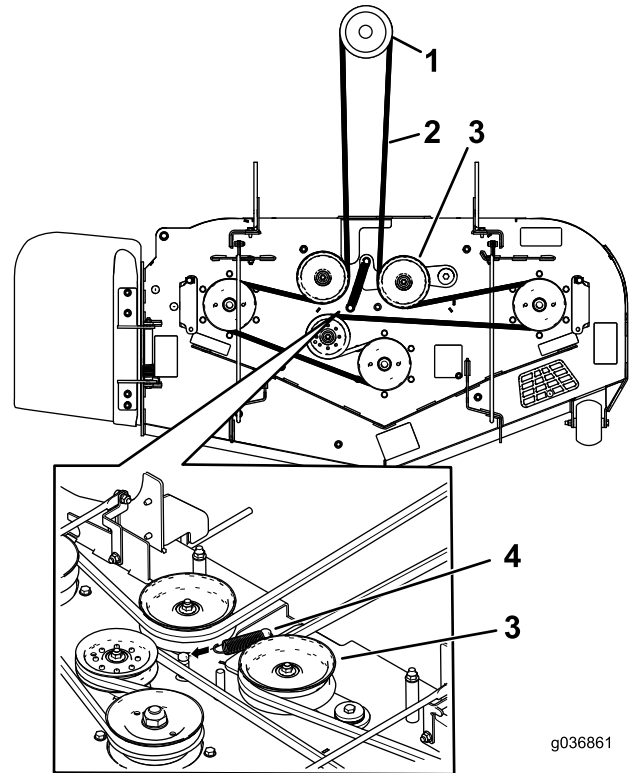

Bild 61
10. Verlegen Sie den neuen Riemen um die Mähwerk- und Bremsspannscheiben unter dem Motor (Bild 61).
11. Setzen Sie die Spannscheibenfeder ein (Bild 61).